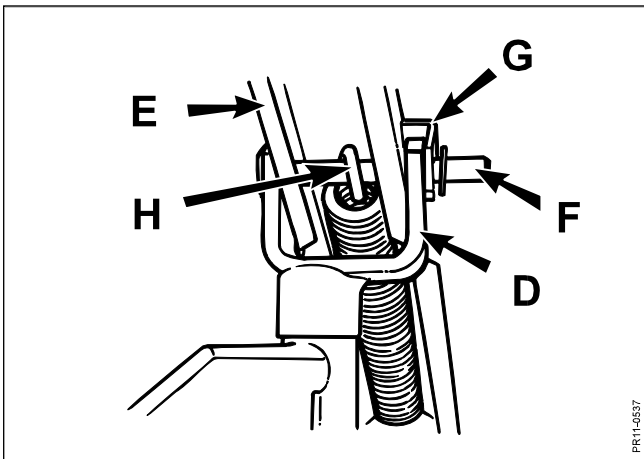

Fig. 1-3
- Fig. 1-3:** Toprammens gaffel D forbindes til aflasteren E ved hjælp af tappene F. Husk samtidig at montere parkeringslåsen G og aflastningsfjederen H.